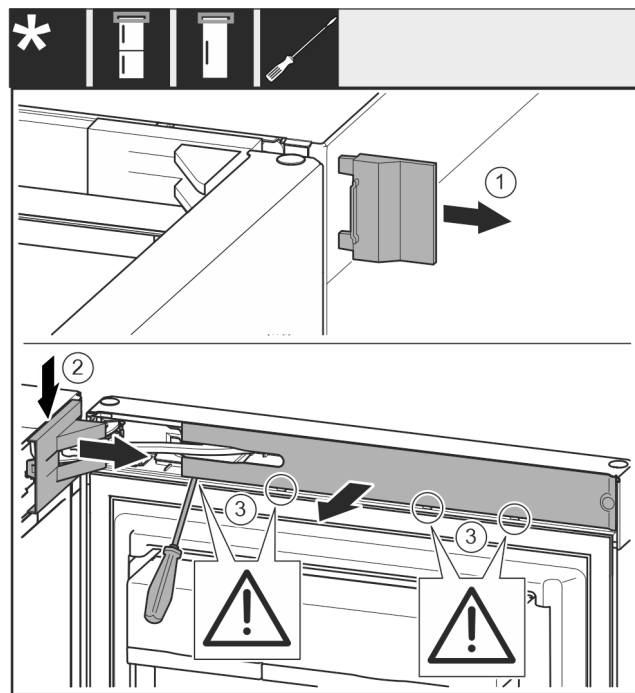

Fig. 9
► Tag afdækningen Fig. 9 (1) af.
► Afhægt hængselsafdækningen Fig. 9 (2), og løs den.
- Tag hængselsafdækningen Fig. 9 (2) af.
- Afhægt panelet Fig. 9 (3) med en kærnskruetrækker, og sving det til siden.